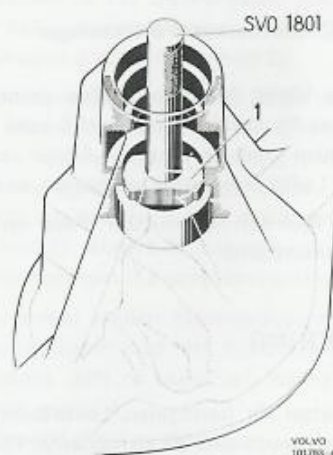

Bild 36. Demontering av bakre pinjonglagerring
9. Driv vid behov ut bakre lagrets yttering, se bild 36. Använd standardskaft SVO 1801 och dorn SVO 2690 för bakväxlar typ 23, SVO 2598 för typ 27, 30 och SVO 2843 för typ 31.